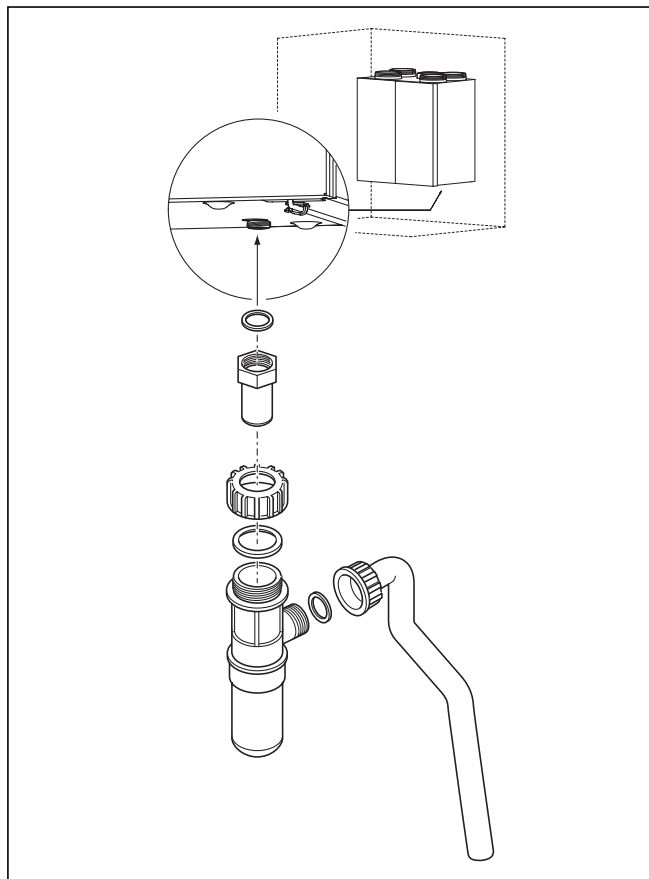

Abb. 4.7 Montage des Kondenswassersiphons
- Schließen Sie den mitgelieferten Kondenswassersiphon an das Anschlussstück an (siehe Abb. 4.7).